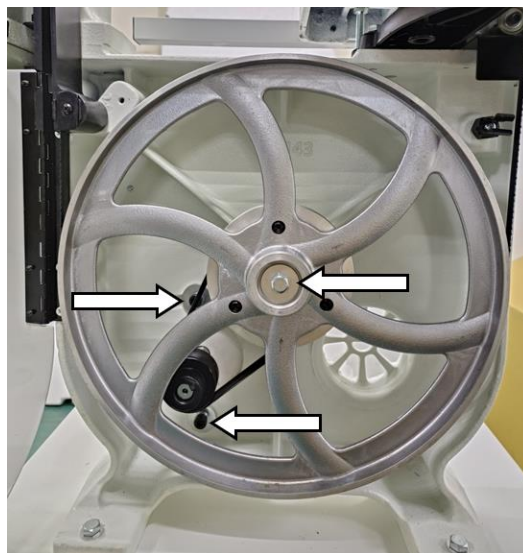

Рисунок 23
2. Ослабьте регулировочный винт и винт с накладной шляпкой (рисунок 23).
5. Ослабьте крепежный винт шкива, повернув его по часовой стрелке (левая резьба), и извлеките его вместе с плоской шайбой из ступицы шкива (рисунок 23).